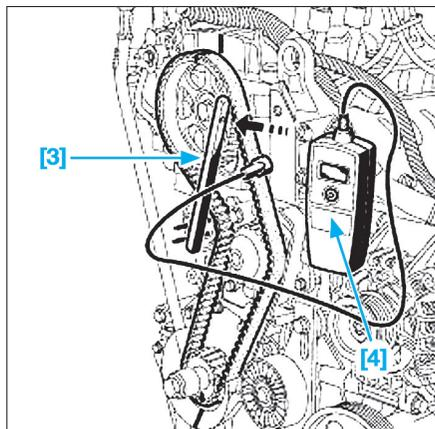

Fig. 29
- [3]. Outil de tension de la courroie (Réf. Renault : Mot 1135-01) (Fig.29).
- Mettre en place l'outil [3] de tension sur le galet tendeur (Fig.29).